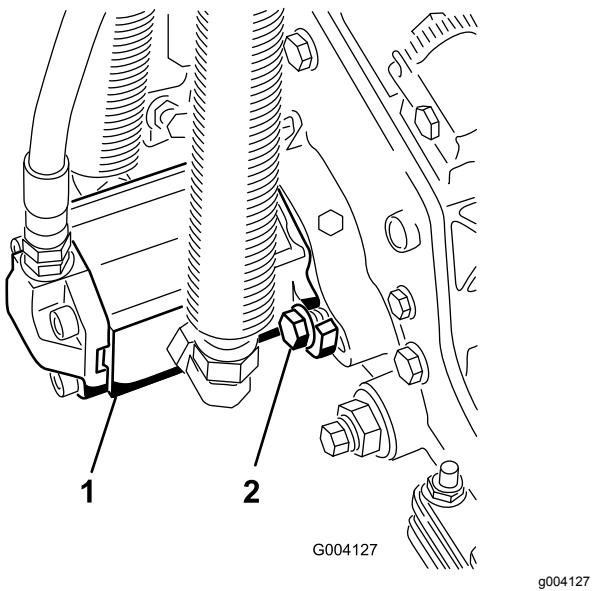

Bild 14
11. Montieren Sie den Motor; drehen Sie ihn nach rechts, damit die Motorflansche nicht die Kopfschrauben berühren (Bild 14).